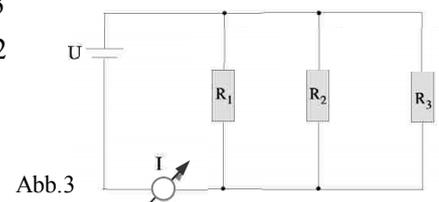

Abb.3
3.2 Bauen Sie einen Stromkreis aus den Widerständen R_1 , R_2 , R_3 , in Reihenschaltung auf (Abb.3 oben) und messen Sie den Strom, um wie in 2.2.1 beschrieben mit $R=U/I$ den Ersatzwiderstand zu berechnen.
3.3 Bauen Sie aus R_1 , R_2 , R_3 eine Parallelschaltung auf (Abb.3 unten) und messen Sie den Strom, um wie in 2.2.2 beschrieben mit $R=U/I$ den Ersatzwiderstand zu berechnen.